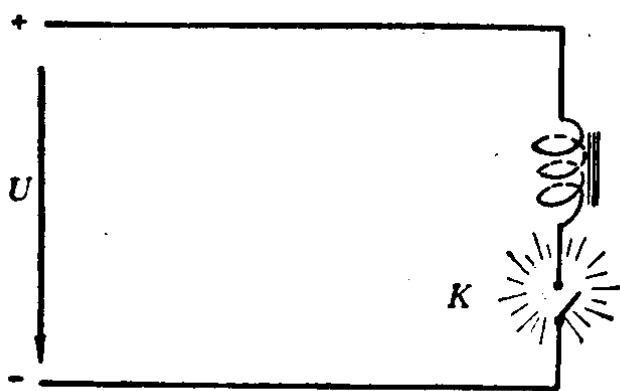

图 7 线圈电路断开时发生的自感现象
(12) 自感——当通过导线内的电流大小和方向都变动时，导线周围的磁场也跟着变动。而磁场的变动又使导线本身感生电动势，来阻止原来电流的变化，这种现象叫做自感；自感生成的电动势叫做自感电动势。例如，当接有线圈的电路被开关切断的瞬间，开关K处会产生火花（图7），这是由于刀口断开处的空气被线圈的自感电动势所击穿；又
自感；自感生成的电动势叫做自感电动势。例如，当接有线圈的电路被开关切断的瞬间，开关K处会产生火花（图7），这是由于刀口断开处的空气被线圈的自感电动势所击穿；又